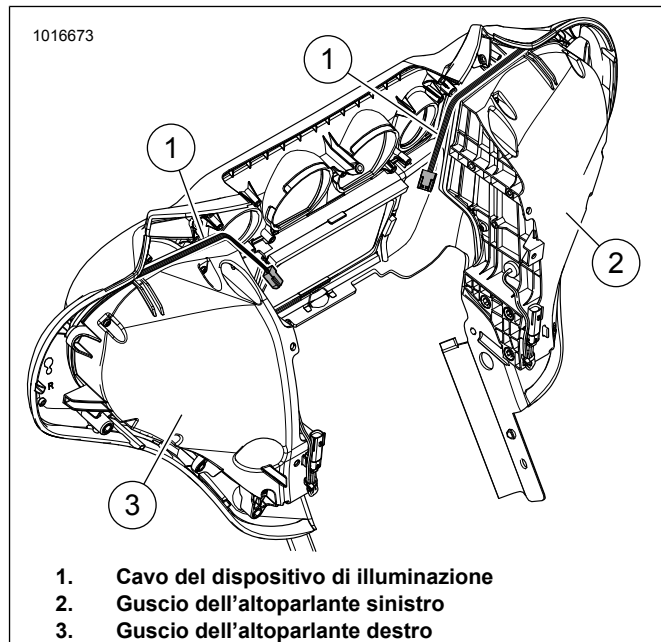

Figura 3. Carenatura FLH
7. Vedere la figura 3. Vedere il manuale di manutenzione. Collegare i fili dell'altoparlante all'altoparlante, installare la sede dell'altoparlante e disporre il cavo del dispositivo di illuminazione (1) come mostrato.